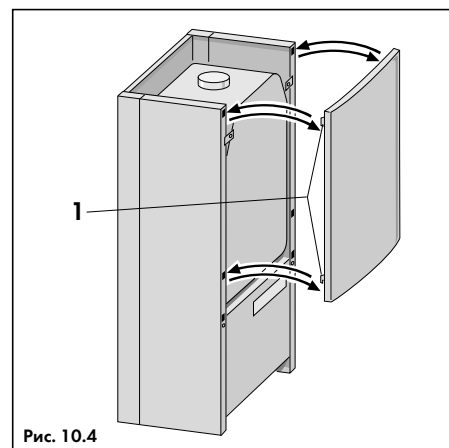

Рис. 10.4
- Верхнюю панель облицовки двигать вверх, пока она не выскочит из боковых зажимов (1, рис. 10.4), после этого снять ее движением на себя;